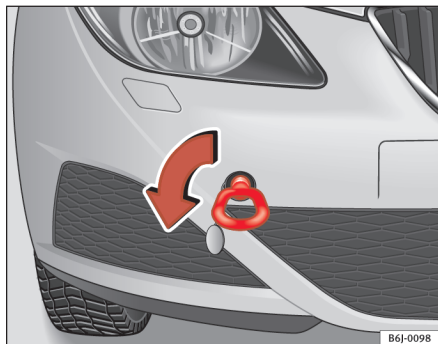

Fig. 164 Vissage de l'oeillet de remorquage arrière
- Vissez l'oeillet jusqu'en butée vers la *gauche* dans le sens indiqué par la flèche ⇒ fig. 164. ■